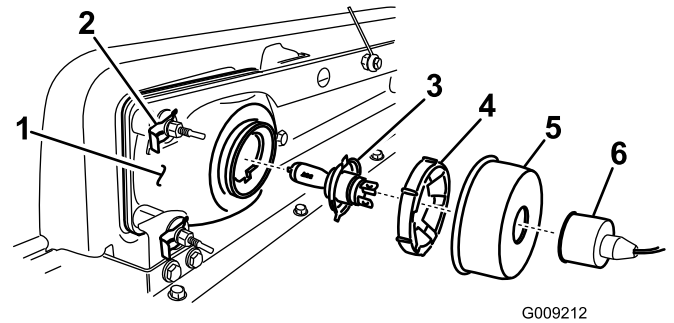

Figura 31
2. Retire el protector de goma (Figura 31).
2. Retire el faro desplazándolo hacia adelante y pasándolo por el hueco del parachoques delantero (Figura 31).
3. Introduzca el faro nuevo a través del hueco del parachoques (Figura 31).